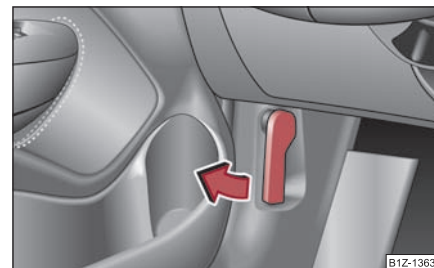

Fig. 14 Maneta de deblocare a capotei motorului
- Trageți maneta de deblocare de sub bord, pe partea conducătorului ⇒ fig. 14. ■